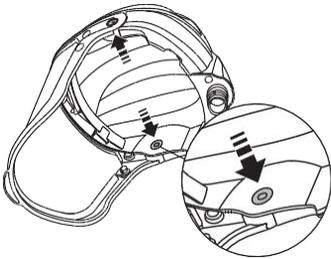

fig.13a
- Poussez le bouton depuis l'intérieur de la visière (voir fig. 13a), démontez les deux boutons des deux côtés (voir fig. 13b), retirez l'ensemble du cadre de visière et remplacez-le par un neuf (voir fig. 13c)